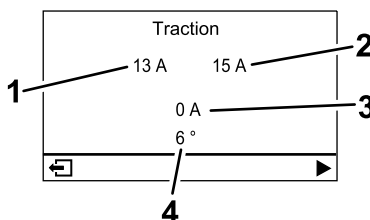

図 22
- **トラクションモーター画面 (図 22):** 現在のステアリング角度と各トラクションモーターに割り当てられたアンペア数が表示されます。